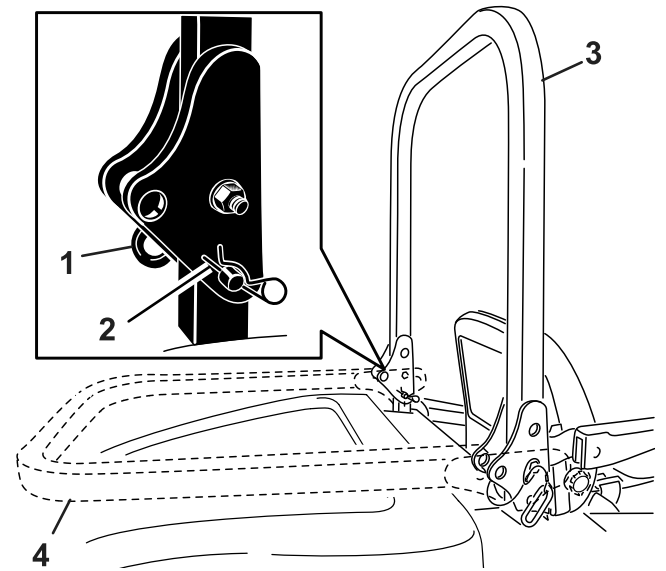

Figura 23
2. Com a barra de segurança na posição elevada, retire os pernos de gancho e os dois pinos (Figura 23).